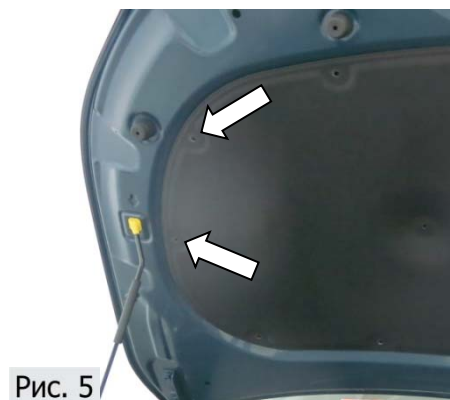

Рис. 5
7. Монтировать обшивку капота. В указанных на рисунке отверстиях, имеется резьба от установленных закладных. Они будут использованы для крепления кронштейна капота, (Рис.5).